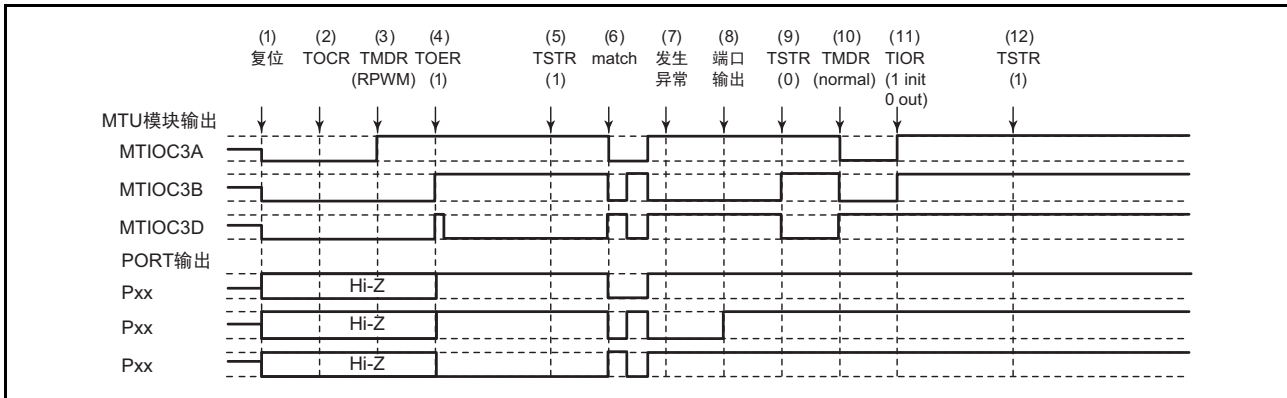

图 16.166 在复位同步 PWM 模式中发生异常并且在正常模式中恢复的情况
在复位同步 PWM 模式中发生异常并且重新设定后在正常模式中重新开始时的说明图如图 16.166 所示。
(1) ~ (9) 和图 16.166 通用。
(10) 必须设定 PWM 模式 1 (MTU 输出的正相侧为 Low 电平, 反相侧为 High 电平)。
(11) 必须通过 TIOR 寄存器对引脚进行初始化 (在 PWM 模式 1 中不将波形输出到 MTIOCnB (MTIOCnD) 引脚。如果有应该输出的电平, 必须通过 I/O 端口的数据方向寄存器 (DDR) 和数据寄存器 (DR) 设定通用输出端口)。
(12) 通过 TSTRA 寄存器重新开始。
(28) 在复位同步 PWM 模式的运行过程中发生异常并且在互补 PWM 模式中重新开始时的运行
(10) 必须通过 TOERA 寄存器禁止 MTU3 和 MTU4 的输出。
(11) 必须通过 TOCR1A、TOCR2A 寄存器选择互补 PWM 的输出电平以及允许或者禁止周期输出。
(12) 设定互补 PWM (MTU 的周期输出引脚为 Low 电平)。
(13) 必须通过 TOERA 寄存器允许 MTU3 和 MTU4 的输出。
(14) 通过 TSTRA 寄存器重新开始。
(29) 在复位同步 PWM 模式的运行过程中发生异常并且在复位同步 PWM 模式中重新开始时的运行
- (1) ~ (9) 和图 16.166 通用。
- (10) 通过 TSTRA 寄存器重新开始。
- (11) 通过发生比较匹配输出复位同步 PWM 波形。